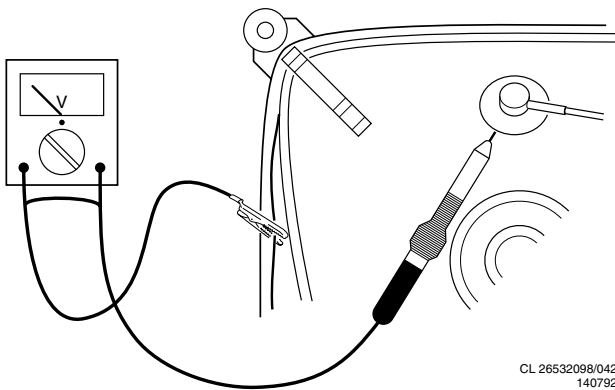

Figure 2-1
2. Pour éviter l'endommagement des circuits intégrés et des transistors, il convient d'éviter tout amorçage de haute tension. Pour éviter l'endommagement du tube-image, il convient d'appliquer la méthode de déchargement indiquée à la Fig. 2-1. Utilisez à cet effet une sonde à haute tension et un appareil de mesure universel (position CC-V). Procédez à la décharge jusqu'à ce que l'aiguille du cadran se trouve sur 0 V (après environ 30 s).